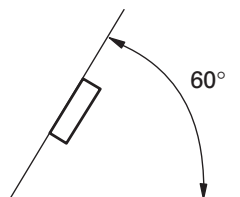

Fig. 4
- Si el ángulo de la instalación excede los 60° del lado horizontal, la unidad podría no brindar su óptimo funcionamiento. (Fig. 4)